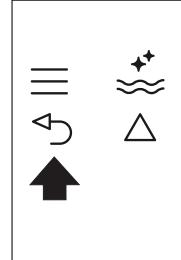

Fig. 25
- ▶ Appuyez sur l'icône (B6) (Fig. 25) deux fois pour sortir du menu.